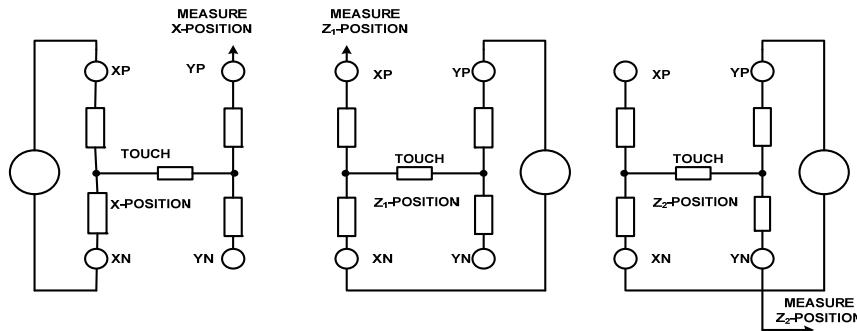

图9 压力测量模块图
HM2003 也能对触摸的压力进行测量，即表 3 中所写的 Z 方向测量。一般而言，这种测量的性能要求不高，所以采用 8 位分辨率模式（但是，下面的计算是采用 12 位分辨率模式的）即可。有几种不同的方法实现压力的测量。第一种方法需要知道 X 面板的电阻，X 位置的测量值，触摸屏两附加面板之间的测量值 (Z1 和 Z2)，如图 9 所示。可用公式 (3) 计算该触摸电阻：